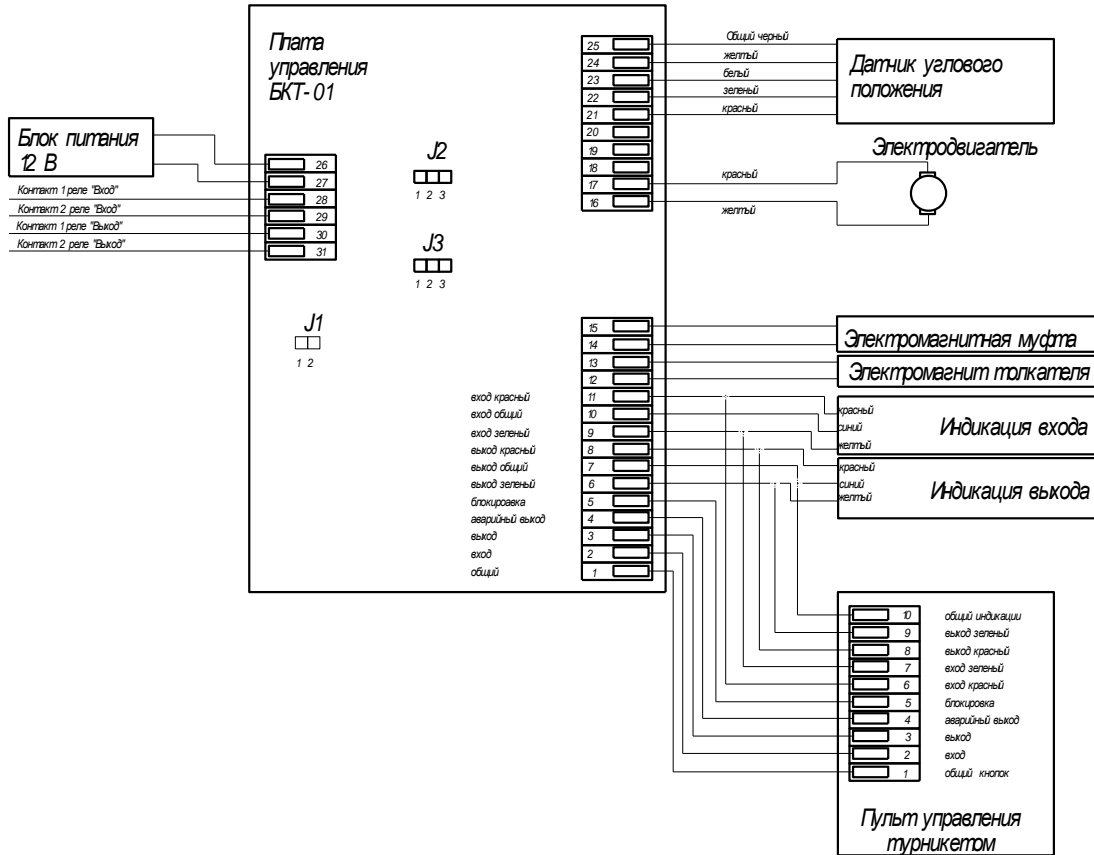

Рис. 7
5.6 Блок управления представляет собой плату, которая с помощью монтажных стоек крепится к внутреннему каркасу центральной секции. Подключение привода турникета, устройства индикации, пульта дистанционного управления и источника питания к блоку управления производится с помощью кабелей в соответствии со схемой подключения (см. рис.7).
С помощью перемычек на разъемах J2, J3 можно установить контакты реле нормально замкнутыми (2-3) либо нормально разомкнутыми (1-2) (см. рис. 7).
6) Подключить кабели питания и ПДУ к ПУ турникета в соответствии с Рис. 7, заземлить корпуса турникетов. Заземление производить в соответствии с требованиями ПУЭ («Правил устройства электроустановок с напряжением до 1000 В»).
7) Подключить кабель СКУД к блоку управления турникета в соответствии с Рис.7.